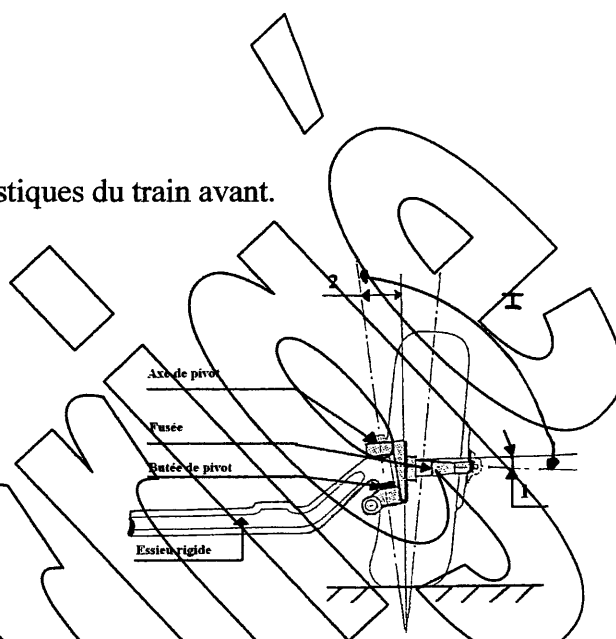

FIGURE 1
3.2: Tracez, sur la **figure 1**, l'angle inclus.